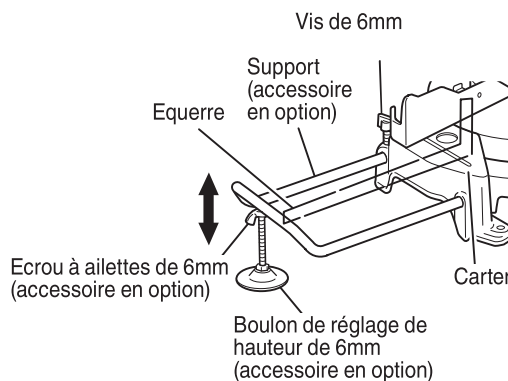

Fig.10
(1) Comme indiqué à la Fig. 10, utiliser une équerre en acier pour aligner le bord supérieur des supports sur la surface du socle. Desserrer l'écrou à ailettes de 6mm. Tourner un boulon de réglage de hauteur de 6mm, et régler la hauteur du support.
(2) Après le réglage, serrer à fond l'écrou à ailettes et fixer le support avec la vis de 6mm (accessoire en option). Si la longueur du boulon de réglage de la hauteur de 6mm est insuffisante, insérer une plaque mince dessous. S'assurer que l'extrémité du boulon de réglage de la hauteur de 6mm ne dépasse pas du support.